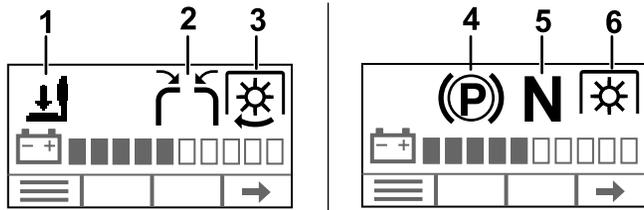

Figura 21
2. Controllate che sull'InfoCenter sia visualizzata l'icona di tutti i microinterruttori di sicurezza nella Figura 21 quando l'interblocco è attivo e che non sia visualizzata quando è inattivo.